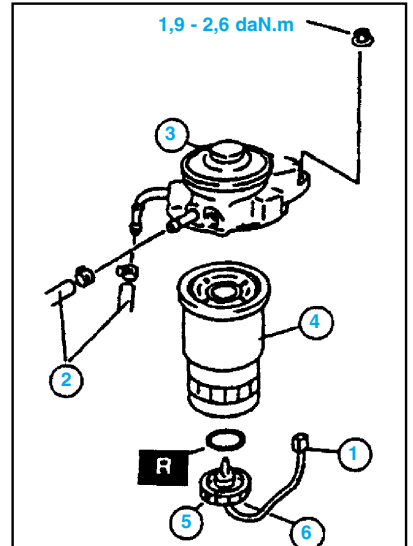

fig. Mot. 45
- Effectuer la dépose dans l'ordre indiqué dans la figure. (fig. Mot. 45)